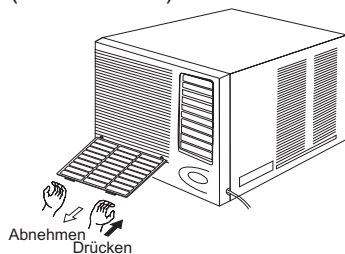

Abb. 9
3. Filter nach unten ziehen und abnehmen (siehe Abb. 9)
1. Vorderseite des Luftfilters mit beiden Händen festhalten, Luftfilter unter das Front-Paneel in die Führungen einsetzen und bis zum Anschlag einschieben (siehe Abb. 9).